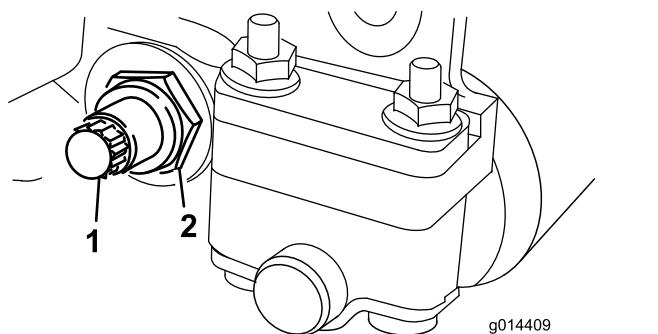

Figura 21
3. En cada lado de la máquina, afloje la contratuerca que sujetla el perno de la barra de asiento (Figura 21).
4. Retire cada perno, para poder tirar de la barra hacia abajo y retirarla de la unidad de corte (Figura 21).